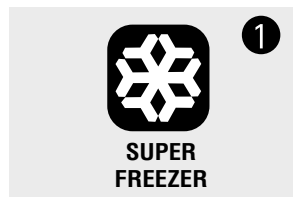

Figura 53
- Cuando desee una congelación rápida pulse el botón "SUPER FREEZER". El "LED" se ilumina y se activa el modo de congelación rápida. Cuando desee detenerlo pulse nuevamente el mismo botón. (Figura 53)